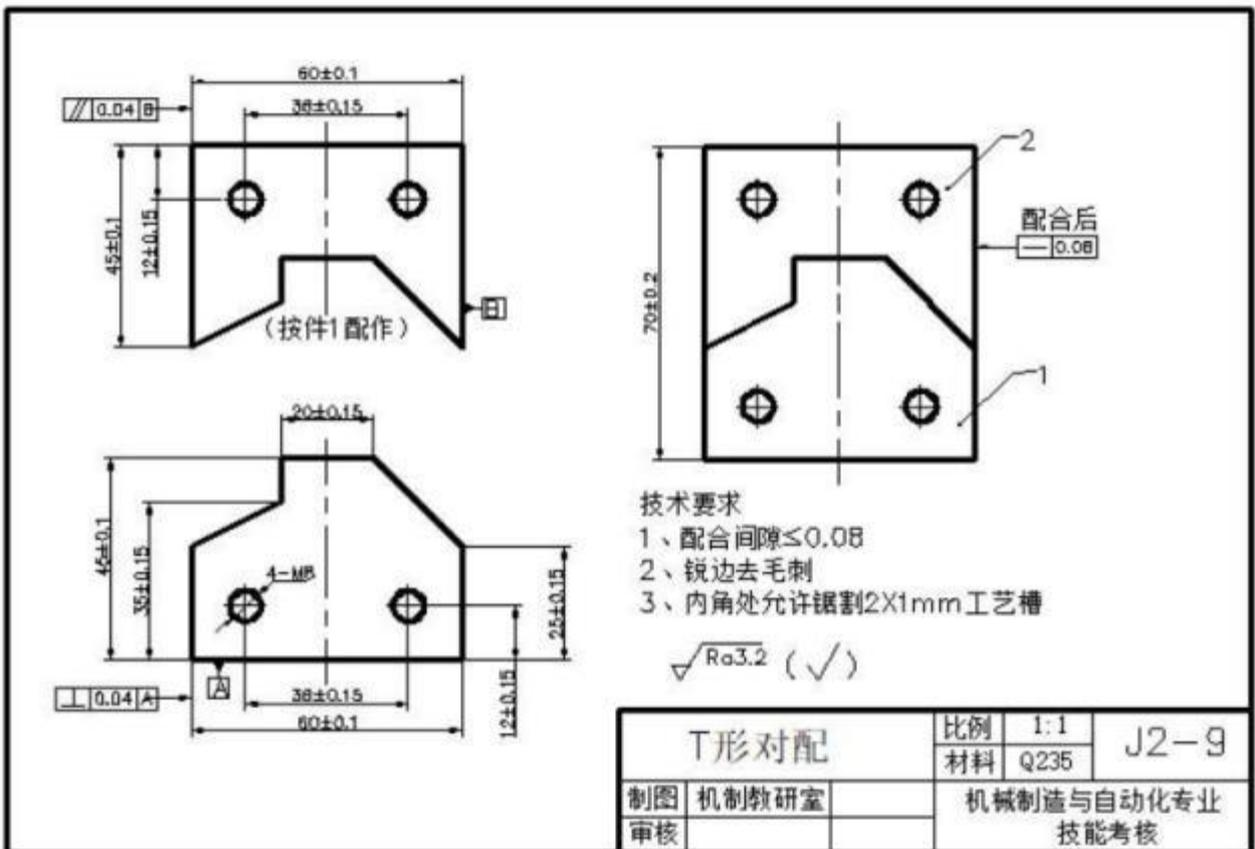

图 J2-9-1 T 型对配
- 3) 根据零件图 J2-9-1 的要求完成凸、凹零件的加工与配锉加工。去毛刺，倒棱角 C0.3, 配合面不允许倒角，不准使用专用工、夹具加工和抛光；